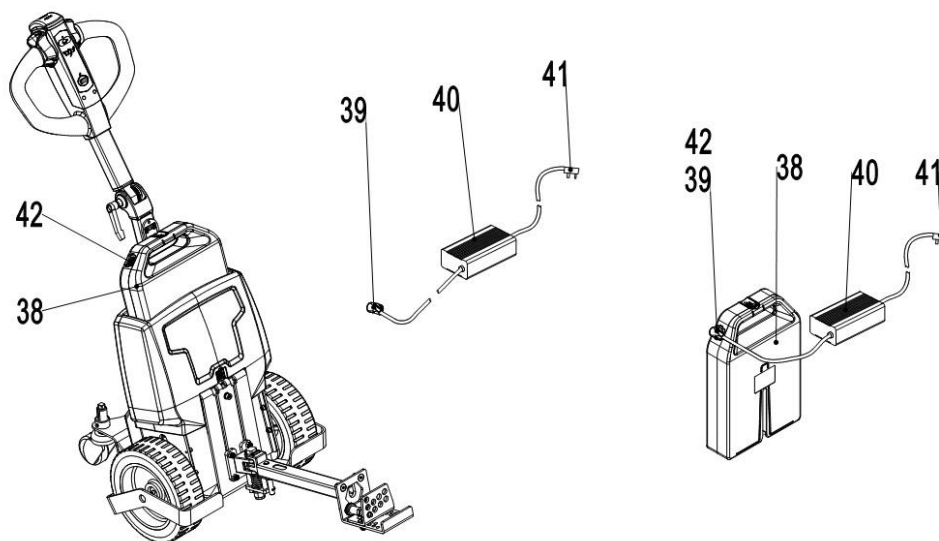

Рис. 14: Зарядка АКБ
- Откройте гнездо зарядки (рис. 14, поз. 42) аккумулятора и подсоедините к нему разъем (рис. 14, поз. 39) зарядного устройства (рис. 14, поз. 40).
- Затем подключите сетевой штекер (рис. 14, поз. 41) зарядного устройства (рис. 14, поз. 40) к электросети.
- Проверьте состояние заряда; также обратитесь к инструкциям на зарядном устройстве (рис. 14, поз. 40).
- После зарядки аккумулятора (рис. 14, поз. 38) отключите зарядное устройство (рис. 14, поз. 40) от сети, прежде чем отсоединять его от аккумулятора.
- Закройте гнездо для зарядки (рис. 14, поз. 42) крышкой.